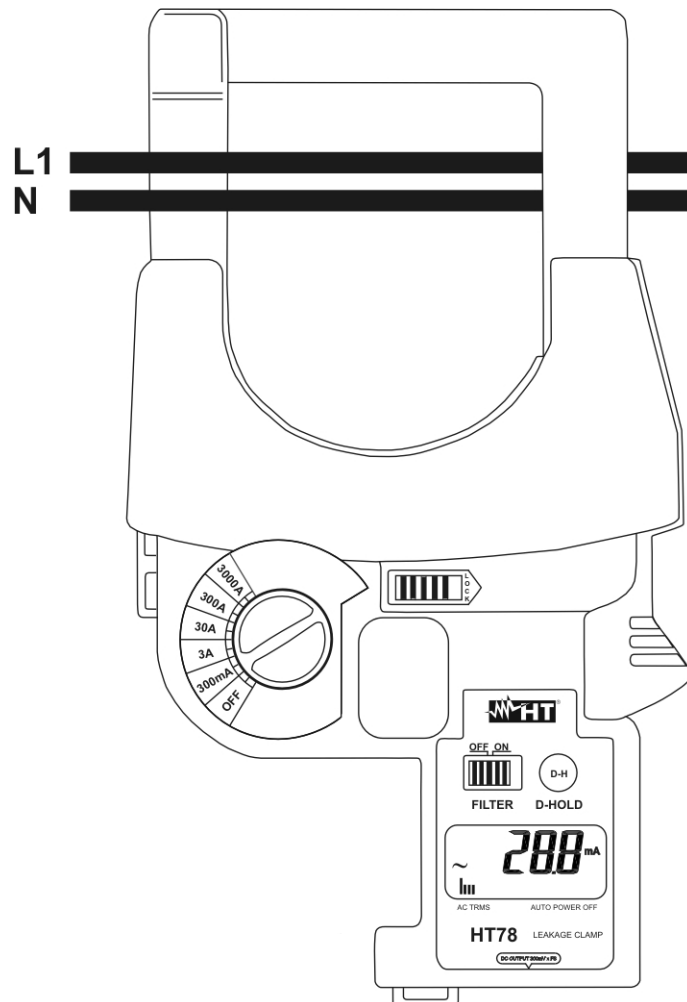

Fig. 4: Uso dello strumento per misura di corrente di dispersione in sistema Monofase
2. Agire sul selettore **FILTER** selezionando (ON) la funzione "Filtro passa-basso 150Hz" (vedere § 4.2.3)
- I conduttori L1 e N in caso di misura **Indiretta** come mostrato in Fig. 4 ottenendo il risultato come somma dei valori istantanei delle correnti circolanti nei singoli conduttori
- Il conduttore di terra (PE) in caso di misura **Diretta**